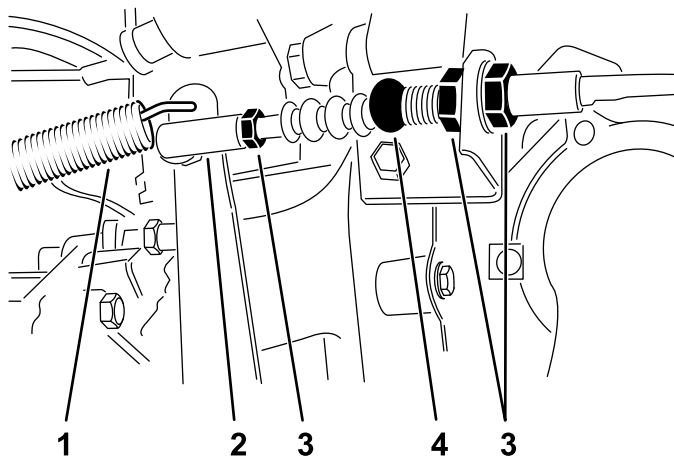

Figura 64
1. Allentate i controdadi che fissano il cavo della frizione alla staffa sul cappuccio del volano (Figura 64).